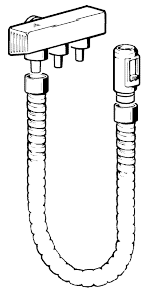

Fig. 22
**Tal como se ha descrito en el capítulo anterior, para realizar cualquier operación es necesario usar guantes, gafas, mascarilla y delantal desechables** que se usan y se tiran y efectuar un lavado d limpieza-desinfección con Puli Jet, fig. 19. Se desaconseja el uso de detergentes demasiado agresivos o no compatibles con los materiales (metal, goma y plástico) que componen el aspirador. La empresa fabricante no puede ser considerada responsable ni está obligada a responder en garantía por equipos tratados con productos no aptos aun en el caso de que tales productos hubieran sido ofrecidos como productos específicos para aspiradores quirúrgicos. Luego hay que cambiar los filtros. **Antes de llegar a los filtros de los soportes de las cánulas es necesario hacer funcionar la aspiración algunos segundos aspirando solamente aire** (esta operación evitará que se derrame el líquido), siempre con la aspiración en función hay que quitar los tapones (fig. 16/20) y cambiar los filtros. Naturalmente los filtros recuperados, seguramente contaminados, antes de su reutilización tienen que ser sumergidos en una solución esterilizante o desinfectante de alta concentración para 6/8 horas. **Si hubiera amalgama en el filtro tiene que ser puesta en el contenedor no recuperable del separador de amalgama**, siguiendo las instrucciones adjuntas al separador. Los tubos exteriores y el soporte de cánulas pueden ser limpiados e higienizados fig. 32. **Los terminales (que pueden ser separados del tubo con una maniobra de torsión por tirón, fig. 21) y las cánulas pueden ser tratadas en lava instrumentos y en autoclaves**. Naturalmente los repetidos tratamientos aceleran el proceso de envejecimiento, por otra parte la facilidad del cambio y el precio han sido previstos para una esterilización frecuente. También los tubos exteriores, que con el paso de los líquidos están sujetos a envejecimiento, están predispuestos para una fácil sustitución, fig. 22. **Antes de sacar los tubos exteriores del colector hacer funcionar la aspiración sin aspirar líquidos, levantar hacia arriba el extremo libre del tubo para facilitar la aspiración del líquido presente y evitar el goteo.**